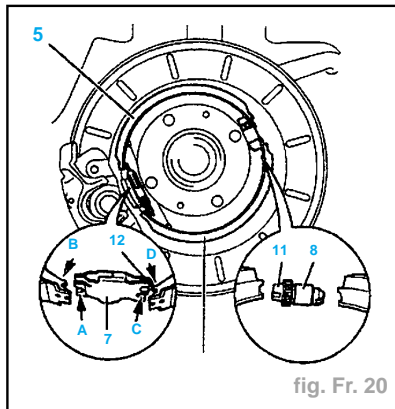

fig. Fr. 20
#### Montage du mécanisme de réglage (8) (fig. Fr. 20)
- Positionner la vis de réglage (11) du mécanisme sur le segment supérieur (5).
#### Montage du mécanisme d'écartement (7) (fig. Fr. 20)
- la fourche (A) dans l'encoche (B) du segment supérieur (5),
- la fourche (C) du renvoi (12) dans l'encoche (D) du segment inférieur (6).